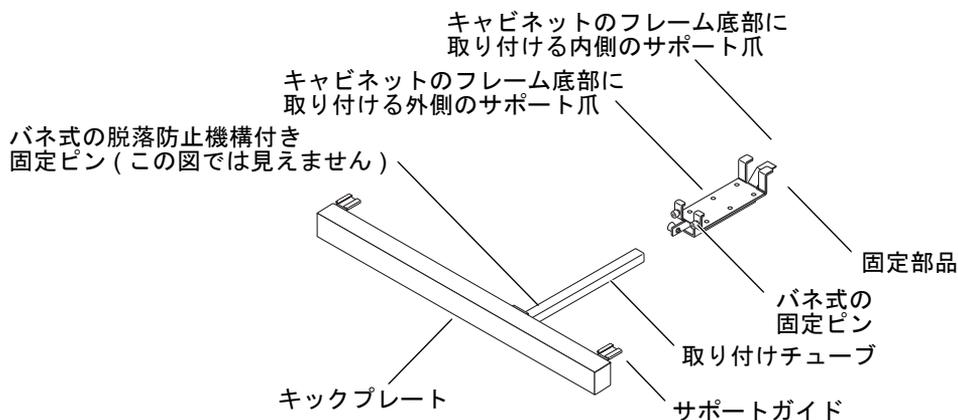

図 17-1 キックプレート部品
キックプレートアセンブリの形状は、ドアに合わせた丸みのあるものか、図 17-1 で示すようにまっすぐである場合があります。
1. 取り付けチューブの左側にあるバネ式の脱落防止機構付き固定ピンを引きながら回して緩め、キックプレート部品を固定部品から外に引き出します (図 17-1)。